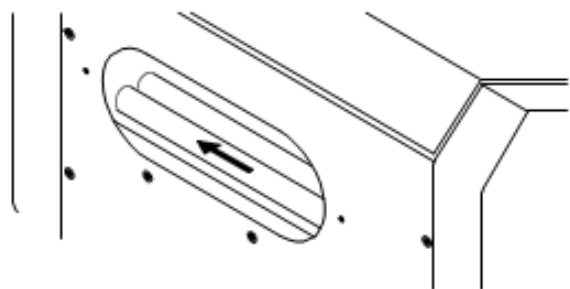

fig. 3-6 Extracción de la lámpara UV
- Tire de la lámpara UV en la dirección indicada por la flecha en la fig. 3-6